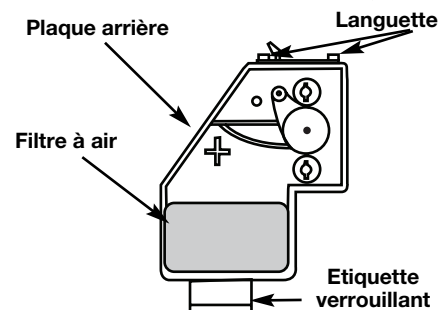

Fig. 48
6. Remplacez le filtre (Fig. 48).
7. Réinstallez la couverture du filtre à air. Placez les fentes au dessus de la couverture du filtre à air sur les languettes au dessus de la plaque arrière (Fig. 48).